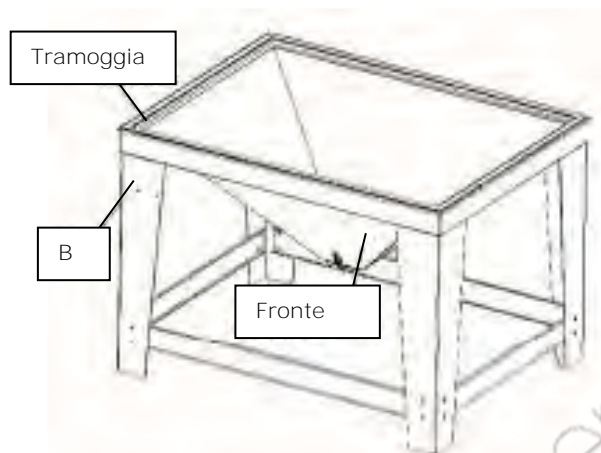

Figura 6 – Montaggio tramoggia.
2. Montare i rinforzi alle gambe (traversi, rif. 1 e 2) utilizzando 4 viti M8*20 per gamba, come mostrato in figura 6. Prestare attenzione al verso dei pezzi.